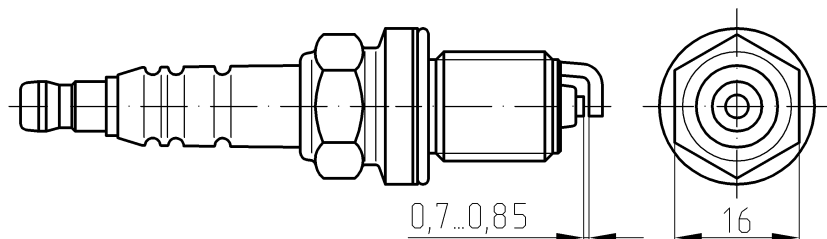

Рис.48. Свеча зажигания
5. Свечи зажигания АУ14ДВРМ ГОСТ Р 53842, DR17YC-F ф.«Brisk» или аналогичные - малогабаритного исполнения, с помехоподавительным резистором, четыре штуки, ввернуты в головку цилиндров по центру камер сгорания (рис.48). Зазор между электродами свечей зажигания 0,70...0,85 мм.